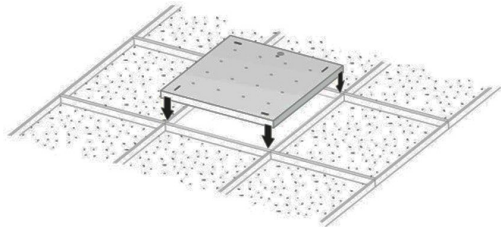

Рисунок 7 — Установка светильника Geniled серии Office Comfort 595x595x60 на подвесную конструкцию.
5.3.3. Установите светильник Geniled на монтируемое место (Рисунок 7). Следите за тем, чтобы кабель не оказался зажат между элементами конструкции потолка и светильника. Убедитесь, что светильник надежно закреплен на потолке.